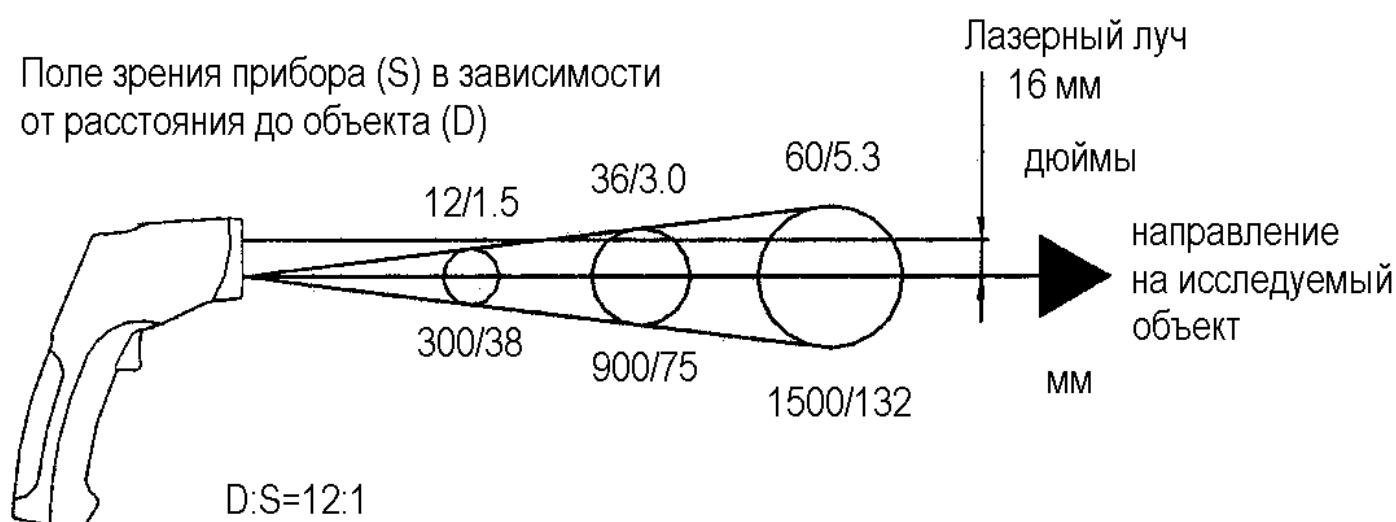

Рисунок 1.
При увеличении расстояния (D) до исследуемого объекта, увеличивается размер поля зрения прибора (S) - области, на которой усреднено, измеряется температура (см.: Рис. 1).